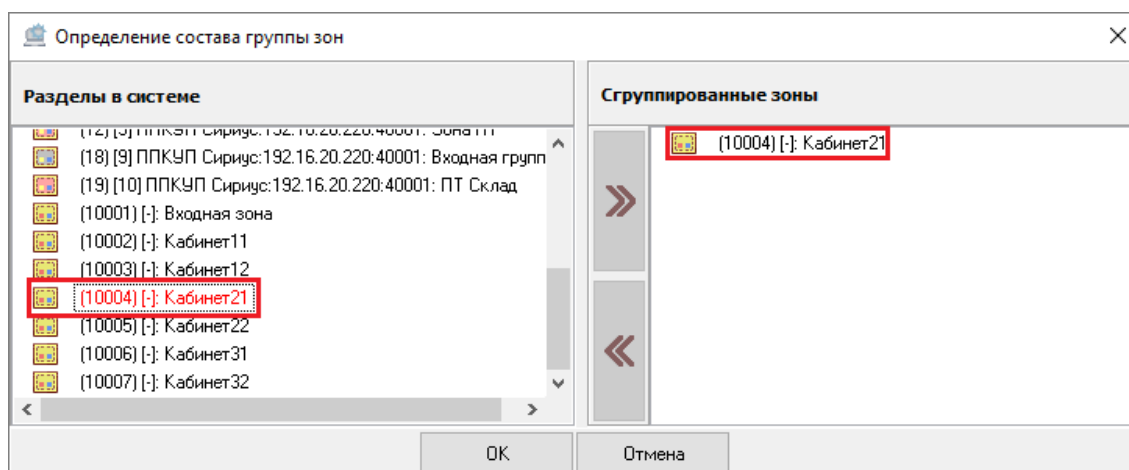

Рисунок 6-353 Выбранная системная зона
В поле **«Зоны в системе»** отображаются все системные и аппаратные зоны того рабочего места, для системной группы зон которого определяется состав. При этом для зон, выбранных в качестве составляющих настраиваемой группы зон, применяется маркировка **красным шрифтом** (см. Рисунок 6-353).
- дважды кликните левой клавишей мыши по системной зоне в поле «Зоны в системе». Системная зона будет добавлена в поле «Сгруппированные зоны» (см. Рисунок 6-353);